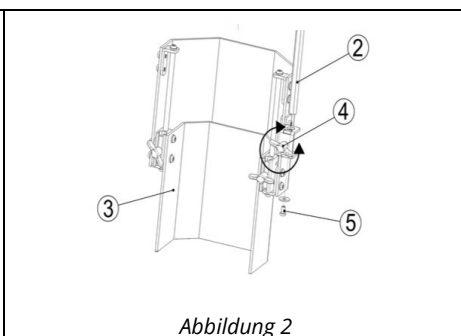

Abbildung 2
1. Lösen Sie die Schraube mit der Unterlegscheibe M6x10 mit Hilfe eines 4mm Schraubenschlüssels – Abb. 2 Ref. 5
2. Lösen Sie die Arretierungsschraube an der Schutzhaube – Abb. 2 Ref. 4
3. Stecken Sie den Schild auf den Haltearm – Abb. 2 Ref. 2, 3
4. Richten Sie die Schutzhaube auf die gewünschte Höhe aus und befestigen Sie die Arretierungsschraube – Abb. 2 Ref. 4
5. Befestigen Sie die Schraube mit der Unterlegscheibe M6x10 mit Hilfe eines 4mm Schraubenschlüssels – Abb. 2 Ref. 5